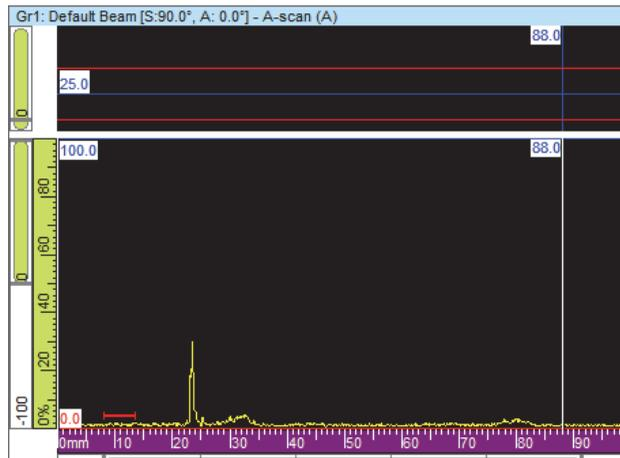

Figura 4-30 A-scan antes de adicionar o primeiro ponto TCG
5. Posicione a sonda para obter ecos bem definidos no A-scan (Figura 4-30 na página 131).